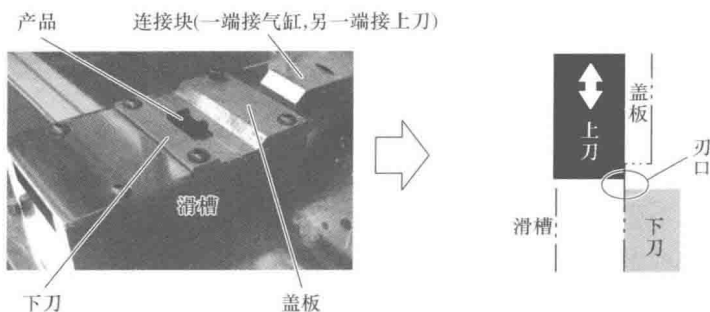
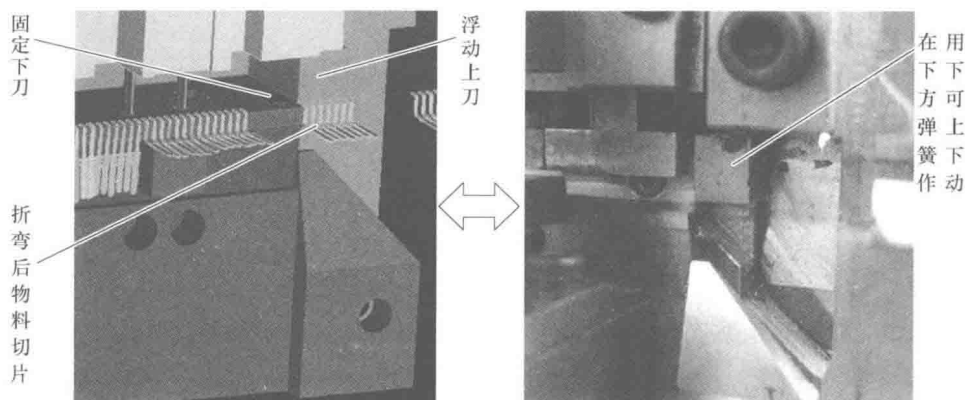

图 3-79 上下刀基准统一的布置方式
图 3-80 避免崩刀口的结构
1) 上刀下做。上刀做到下模在基准和定位上是有优势的,可减少工件累积误差,如图 3-79 所示。有些自动插针机头的冲裁机构,上模提供一个动力,上下刀的定位都在下模,可有效避免崩刀口问题,如图 3-80 所示。